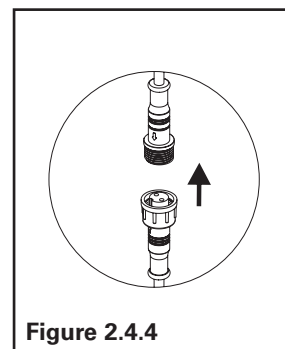

Figure 2.4.4
7. Take out driver cable from housing junction box through ceiling cut-out and connect driver cable to light engine cable. (Figure 2.4.4)
7. Sortez le câble du pilote du logement de la boîte de jonction par la découpe du plafond et raccordez le câble du pilote au câble du moteur lumineux (Figure 2.4.4).